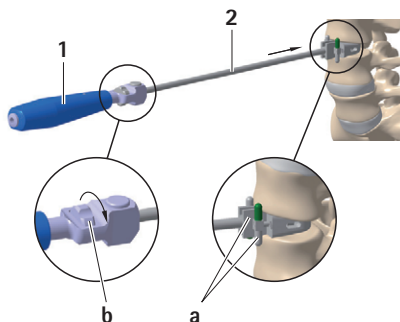

Fig. 1
- Montera mejselhållaren 2 med önskad implantathöjd och vinkel på greppet 1, se Fig. 1
- Vrid hjulet b medurs och ställ in säkerhetsstoppet a på den kortaste mejsellängden, se Fig. 1
- För in mejselhållaren 2 centrerat i diskutrymmet och ställ in säkerhetsstoppet a under röntgenkontroll till önskat mejseldjup, se Fig. 1